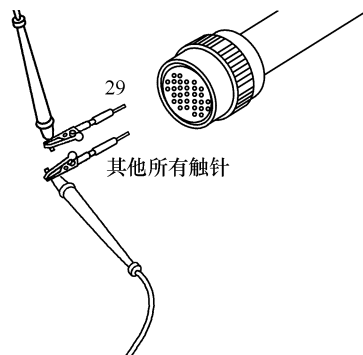

图 5-275 测量触针 29 与该插头中
② 测量 31 针线束插头触针 29 与该插头中其他所有触针间的电阻, 如图 5-275 所示, 电阻应大于 $100\text{k}\Omega$ 。如果电路不是开路, 则触针 29 与显示闭路的触针之间短路, 应维修或更换 OEM 线束。
(4) 检查外部电源是否短路
① 先从 OEM 线束上断开发动机起动报警器, 然后从 ECM 上断开执行器线束插头, 打开车辆钥匙开关。
② 测量执行器线束插头触针 25 与机体间的电压, 电压应小于 1.5V 。如果电压大于 1.5V , 则表示与外部电源存在短路, 应维修或除去外部电源。
③ 测量 31 针线束插头触针 29 与机体间电压, 电压应小于